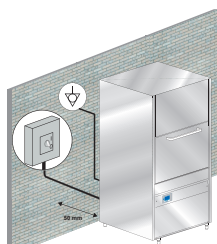

Bild 3.
- Håll ett avstånd på minst 50 mm från väggarna för att ventiler motorerna (se bild 3). Installera en ånghuv för att säkerställa god ventilation i rummet för att avlägsna ånga och överlopps fukt.